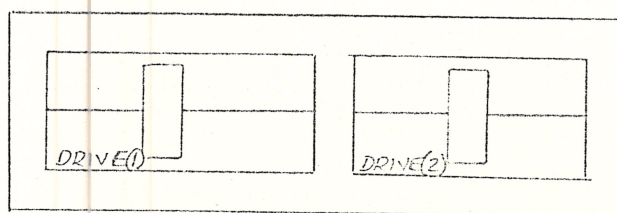

FIGURA 2
Deve-se manter a marcação H e 1 em curto, e as demais em aberto, para o DRIVE (1). E H e 2 em curto, e as demais em aberto, para o DRIVE (2). VIDE FIGURA 2.